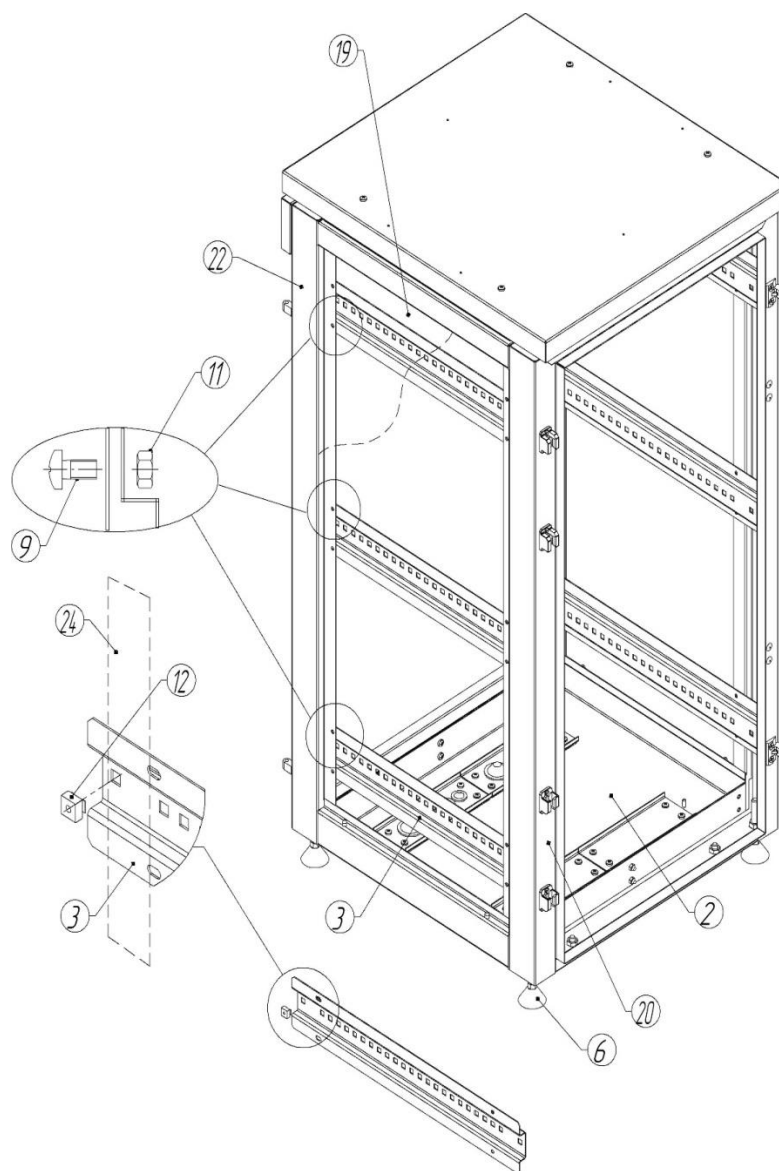

Рис.2
3.3-установить собранный каркас шкафа вертикально. По уровню выровнять дно (2) шкафа с помощью регулировочных ножек (6). Приложить уровень к рамам (20) и (22) в передней, задней и боковой плоскостях, при необходимости выровнять, временно установить обшивку боковую (19) и затянуть резьбовые соединения. См. рис.2
3.4-на каркас шкафа установить профили (3**). Профили устанавливать круглыми отверстиями в сторону передней рамы (20), овальными отверстиями сторону задней (22). Закрепить их винтами (9) – 24 (32*) шт. и гайками (11) – 24 (32*) шт., метизы до упора не заворачивать. См. рис.2
3.6-перед установкой профилей (3) в крайние задние отверстия установить гайки клетевые (12) снаружи для крепления органайзеров (24). См. рис.2